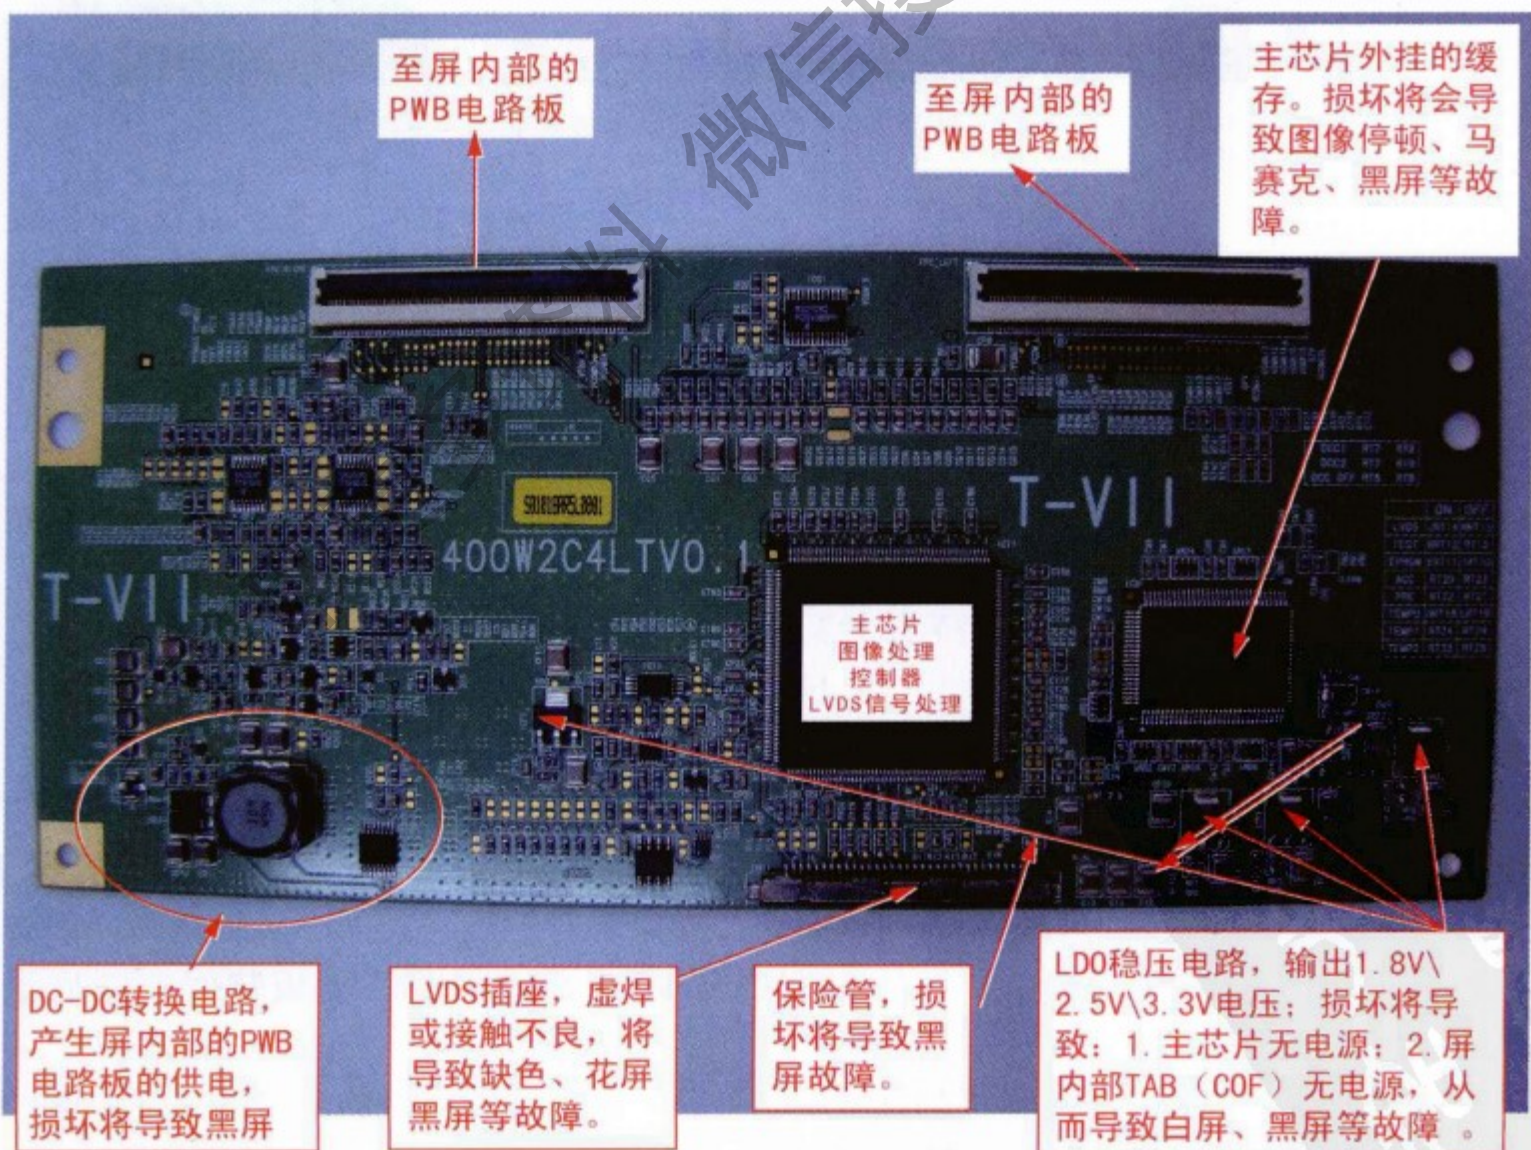

图 4-1-1 三星 (SAMSUNG) 40 英寸液晶显示屏逻辑板维修图解
1. 三星 (SAMSUNG) 40 英寸液晶显示屏的逻辑板维修图解 (见图 4-1-1)